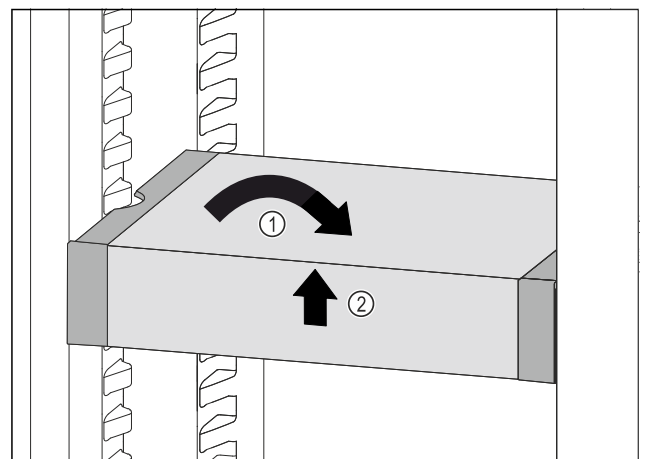

Fig. 96
- ▶ VarioSafe gerade stellen. Fig. 96 (1)
- ▶ VarioSafe vorne anheben. Fig. 96 (2)